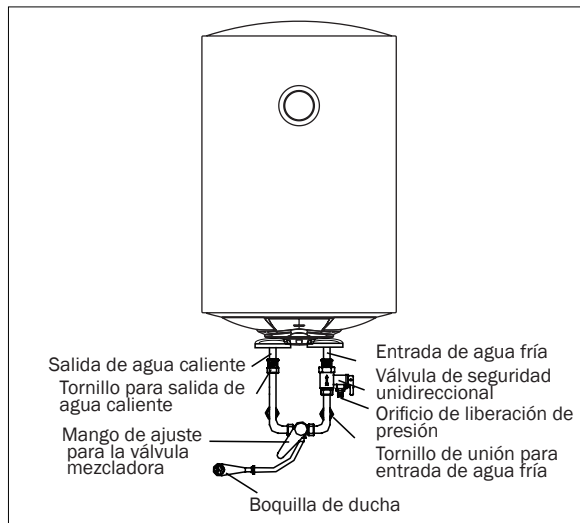

Fig. 3
- Con el fin de evitar fugas al conectar las tuberías, las juntas de sellado de goma provistas con el termo deben añadirse al final de los hilos (ver fig.3.) Asegurar juntas a prueba de fugas.